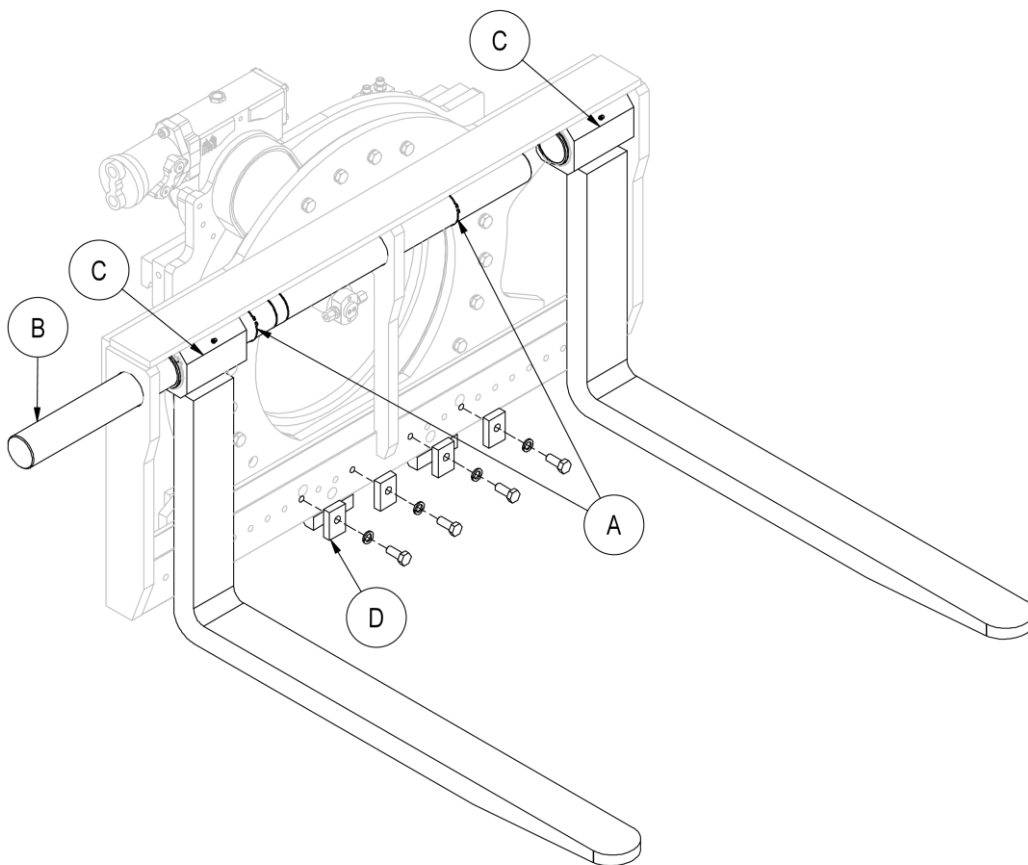

Figura 19
5. Prendere come riferimento la *Figura 19*.